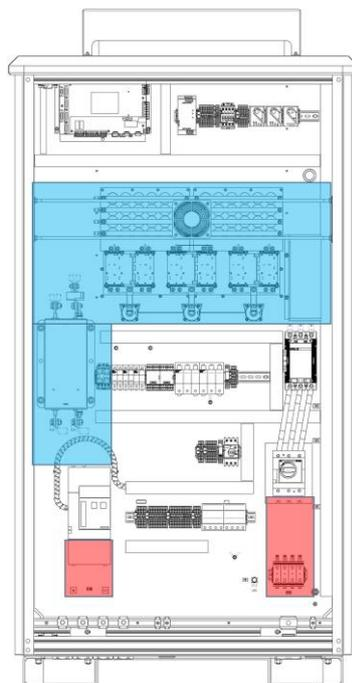

Abbildung 21: Gefahrenbereiche
**HINWEIS:** Die rot markierten Bereiche stehen weiterhin unter Spannung, wenn die AC/DC-Kabel nicht extern getrennt sind (Abbildung 21). Der blau markierte Bereich zeigt die Zwischenkreisspannung.